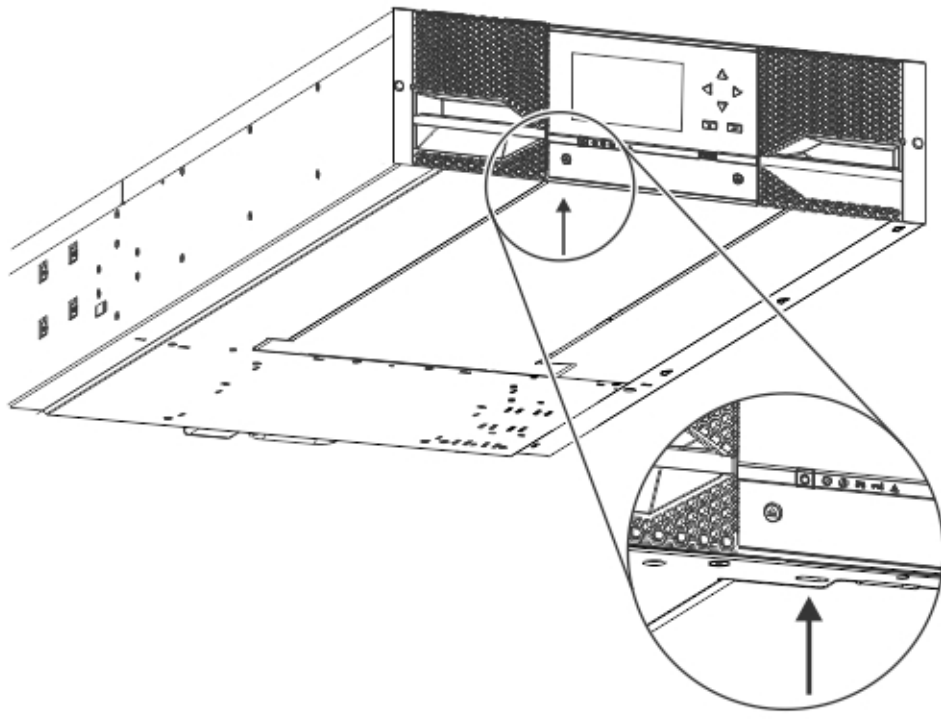

Figure 34. Déverrouillage du verrou à ressort
- c. Soutenez le panneau inférieur d'une main. Insérez un petit tournevis à tête plate ou un tournevis Torx dans le trou et faites-le tourner d'environ 4 mm vers la gauche pour déverrouiller le verrou à ressort. Voir la Figure 34.